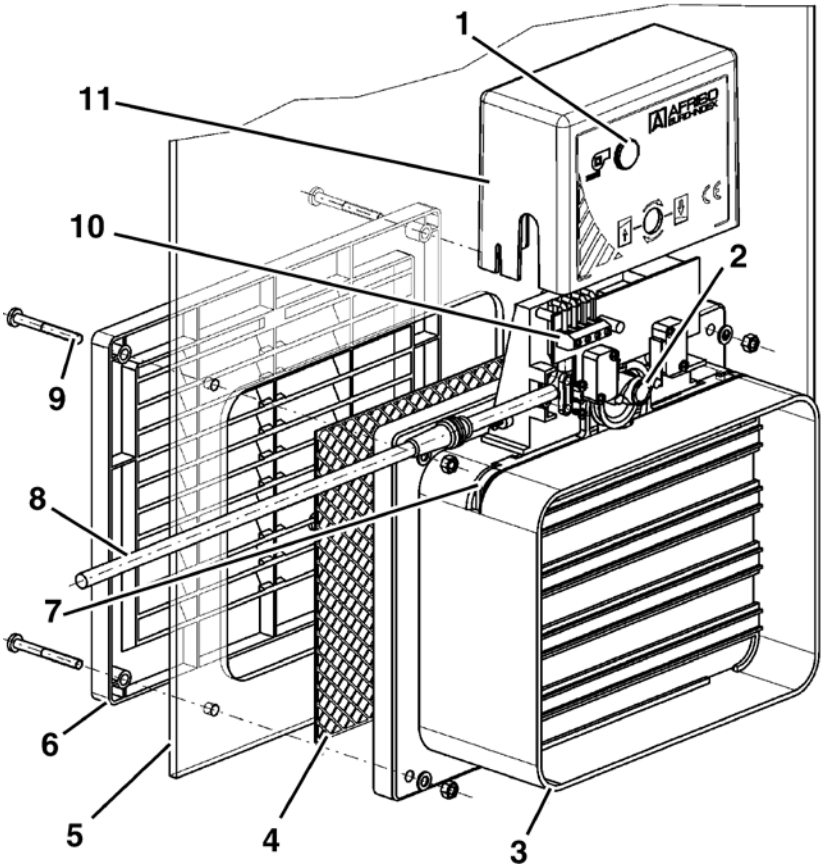

Bild 1: Aufbau
7. Air-Control und Insektenschutzgitter von innen, das Schutzgitter von außen an den Fenstereinsatz ansetzen und mit den im Zubehörbeutel befindlichen vier Schrauben verschrauben (siehe Bild 1, Seite 6).